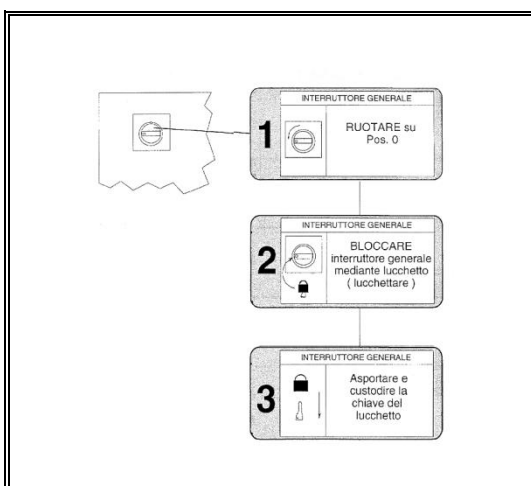

Рис. 10–1 Изоляция от источника подачи электроэнергии
2) Изоляция от источника подачи пневматической энергии (рис. 10–2):